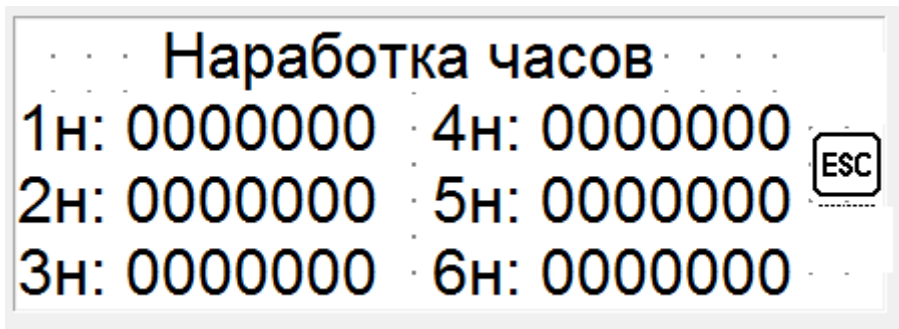

рис.7
3.7. Окно указания/ редактирования наработки часов . Для возврата назад нажимаем кнопку «ESC». При замене насоса имеется возможность редактирования значения наработки. См. рис.7 .